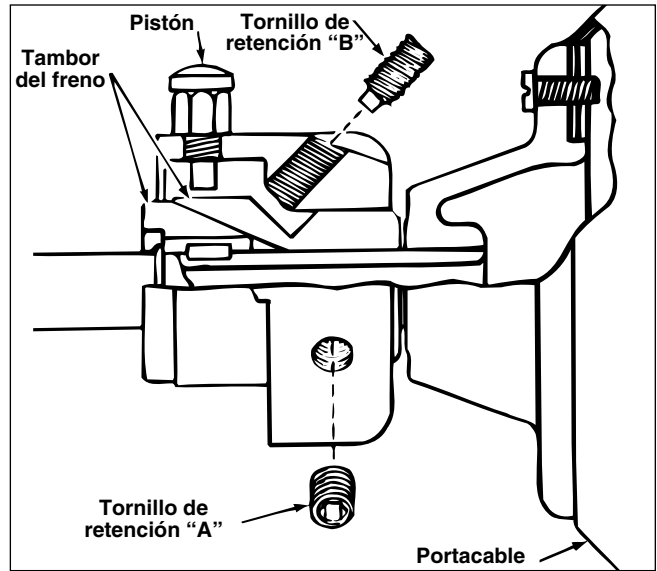

Figura 9 – Adaptador para el cable
4. Afloje levemente los dos tornillos de retención "A" empleando la llave hexagonal de 5/32 pulgada (*Figura 9*).
5. Gire el tornillo de retención "B" hacia la derecha en un cuarto de vuelta (*Figura 9*).